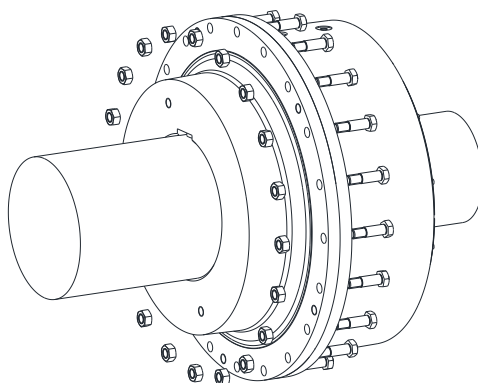

Fig. 10
- Vissez le moyeu à bride et l'anneau de came à l'aide des vis d'ajustement à six pans (composant 7) ainsi que les écrous à six pans (composant 8) (voir Figure 10).